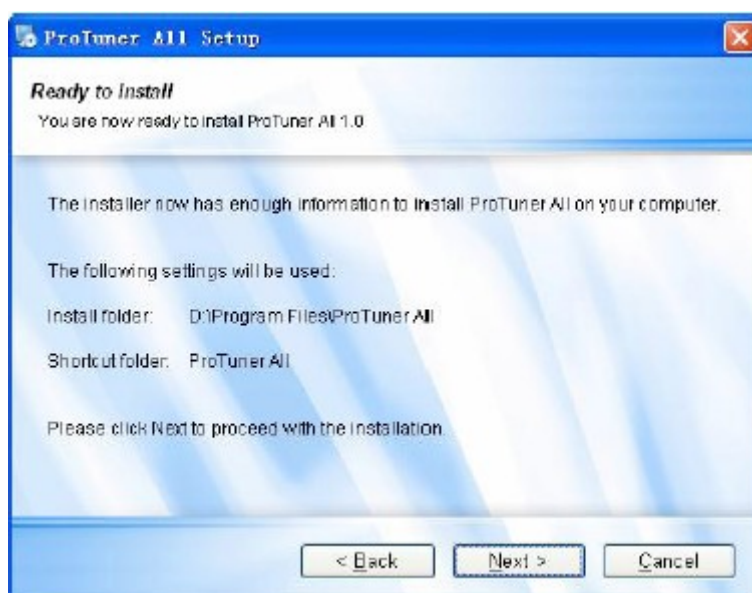

Рис. 20. Информация об установке
3) Выберите настройки быстрого доступа и продолжите установку в соответствии с рис. 20 и 21. Если установка пройдет успешно, вы увидите окно, как на рис. 22.